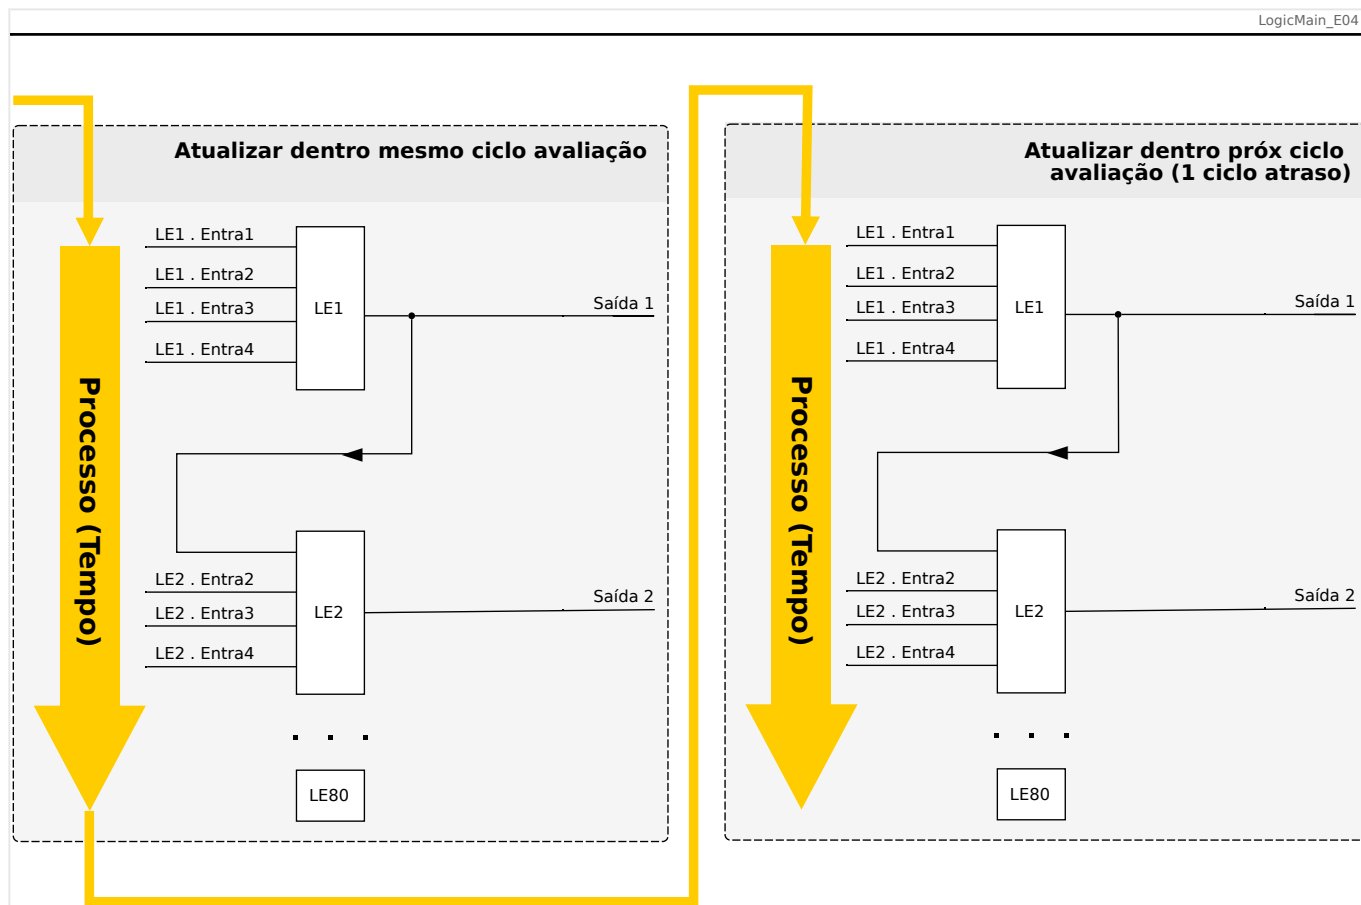
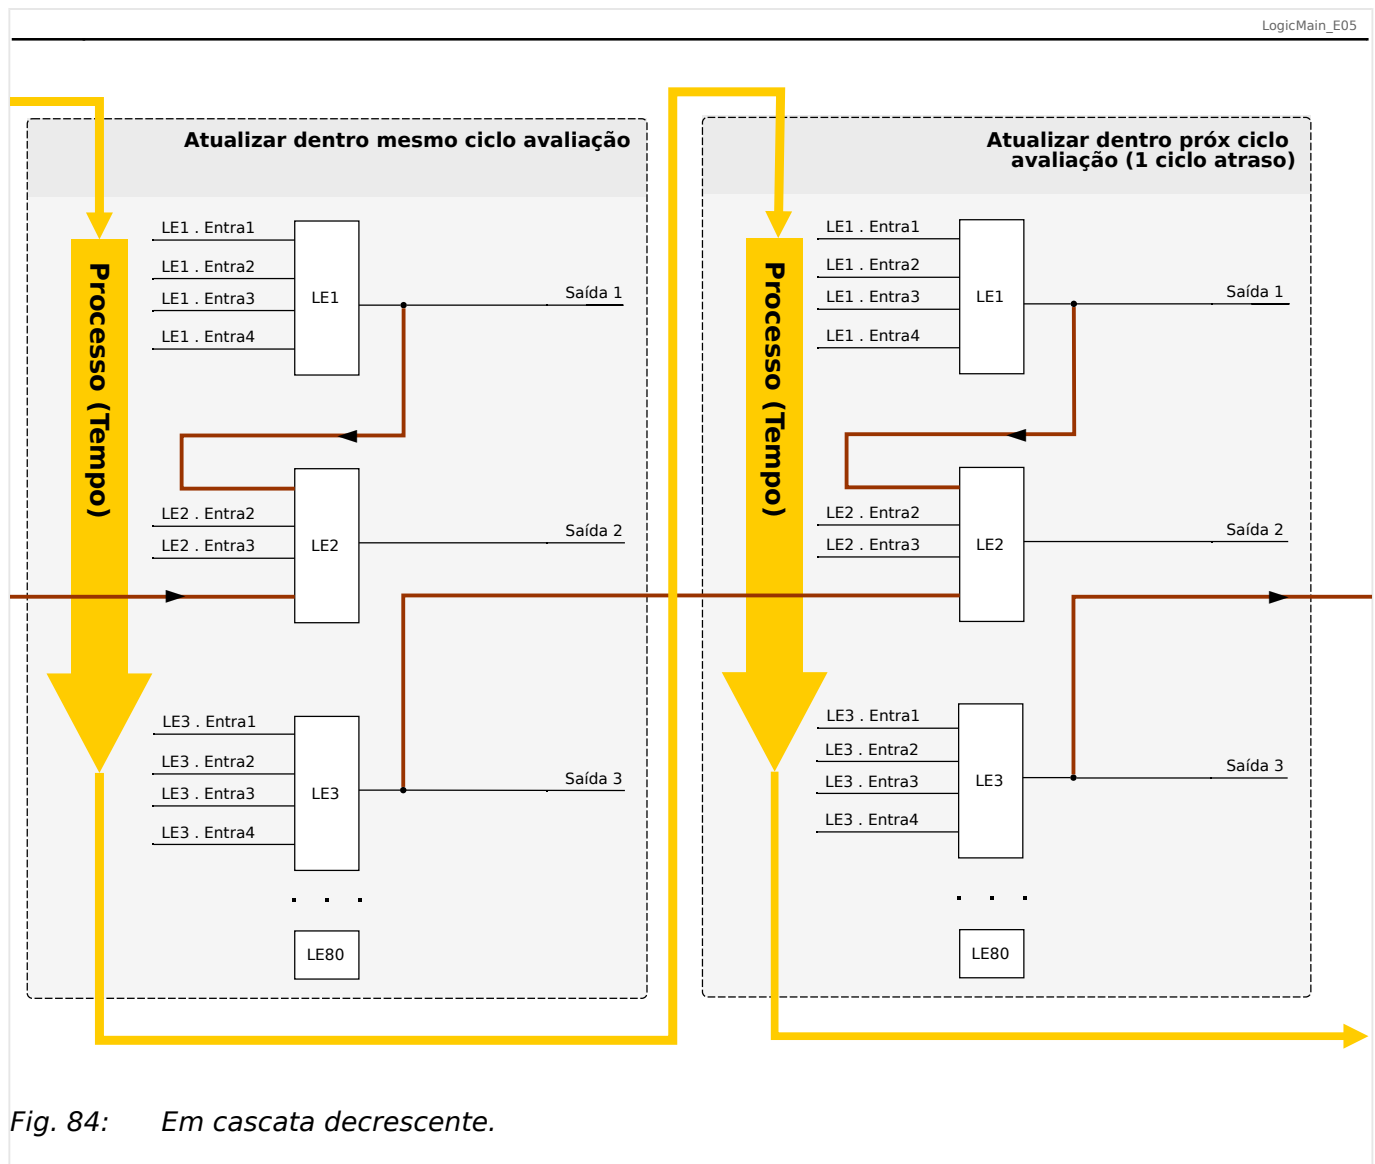

Fig. 83: Em cascata crescente.
Fig. 84: Em cascata decrescente.
- Sequência **ascendente** significa que alguma saída é alimentada na entrada de uma equação lógica com o número **mais alto**. Por exemplo, o diagrama  Fig. 83 abaixo mostra um exemplo em que o resultado da Equação Lógica LE1 é usado como uma entrada da Equação Lógica LE2.
- Sequência **descendente** significa que alguma saída é alimentada na entrada de uma equação lógica com número **mais baixo**. Por exemplo, o diagrama  Fig. 84 mostra um exemplo em que o resultado da Equação Lógica LE3 é usado como uma entrada da Equação Lógica LE2.
Tanto a sequência ascendente como a descendente podem ser usadas e combinadas entre si, sem diferença imediata. Contudo, devido à avaliação de todas as equações em ordem ascendente, os valores de tempo de execução reais que são alimentados na entrada de uma equação terão uma “idade” diferente, como mostrado em  Fig. 83 e  Fig. 84 abaixo.
No exemplo mostrado em Fig. 84 acima, a “Equação Lógica 2” usa os estados de saída de duas outras equações, “Equação Lógica 1” e “Equação Lógica 3”. O resultado da “Equação Lógica 1” é usado em ordem ascendente e, portanto, foi avaliado dentro do mesmo ciclo do processo. O resultado da “Equação Lógica 3” é usado em ordem descendente e, portanto, foi avaliado dentro do ciclo de processo anterior.